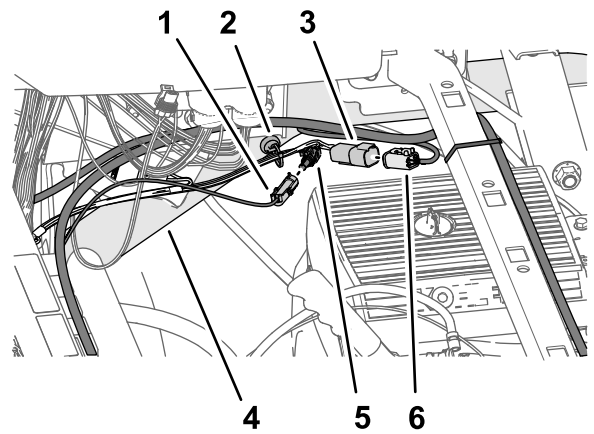

图204
3. 将标有\*\*\*重要提示\*\*\*此电线只能连接至12V 开关电源的电池线束1 针接头接入标有发电机到TOPCON开关电源的66cm 套件线束支管的1 插槽接头图204。
4. 将标有 ASC 10 电源和用于 X30 的 CAN 的 66cm 套件线束支管的 4 针接头接入标有 CAN 2/ASC10 总线的数据线束支管的 4 插槽接头图204。